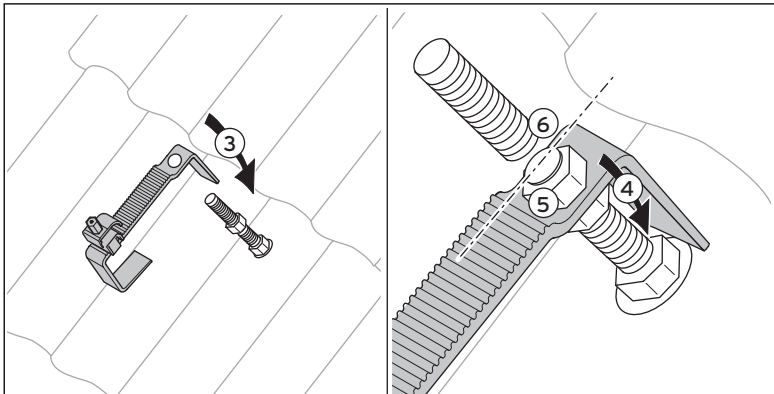

Abb. 6.13 Dachanker auf dem Dachsparren befestigen
- Verbinden Sie die Montageschienen und befestigen Sie diese mit den Klemmelementen an den Dachankern (→ Abb. 6.13).